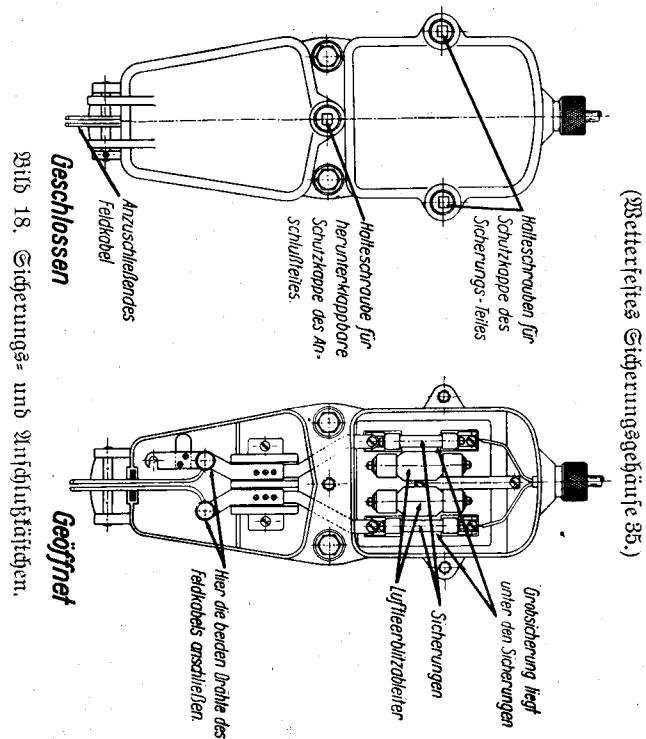

Bild 18. Sicherungs- und Anschlußkästchen.
und Anschlußkästchen an einer Stange vorgesehen (s. Bild 18).
1.) Ist die Stichleitung eine Dauerleitung auf Gestänge, dann ist die Sprechstelle wie folgt anzuschließen: An der letzten Stange ist von der DRP. ein Sicherungs- und ein Anschlußkästchen angebracht (s. Bild 18). Die Sprechstelle, die von der Stichleitung in einiger Entfernung aufzubauen ist, damit das „Singen“ der Drähte auf dem Gestänge beim Beobachten nicht stört, wird mit einer Doppelleitung auf Zimmerleitungsdräht (oder Feldkabel) im Anschlußkästchen angeschlossen (s. Bild 18). Dazu ist die Isolation an den beiden Ansängen des Zimmerleitungsdrähtes oder Feldkabels zu entfernen. Die ebenfalls blankgemachten Enden werden an den Apparatklemmen angeschlossen.
- b) Grobspannungsschutz beider Leitungszweige im „Wetterfesten“ Sicherungsgehäuse 35“ (s. Bild 18) prüfen. Schraubspitze darf gegenüberliegende Platte nicht berühren. Wenn beide durch Blitzeinschlag zusammengeschmolzen, metallische Verbindung beseitigen.